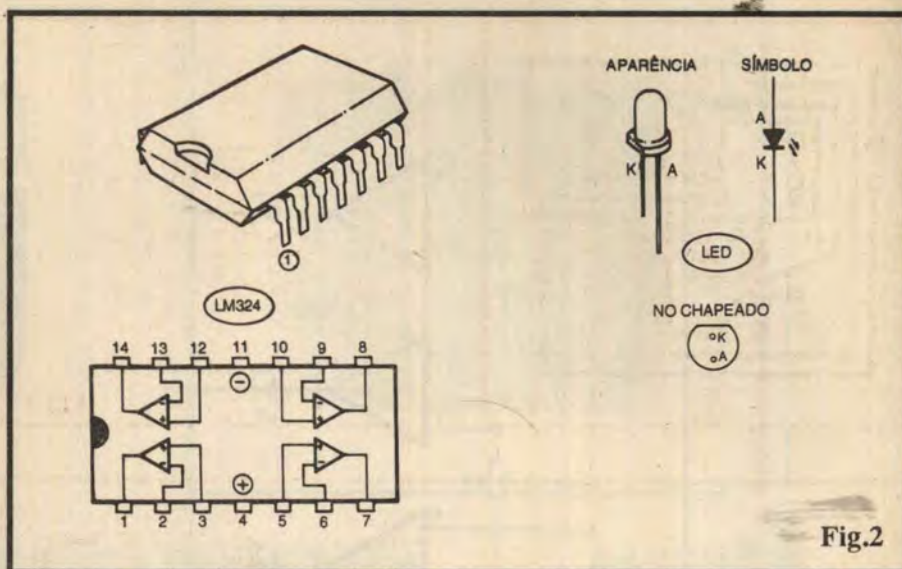
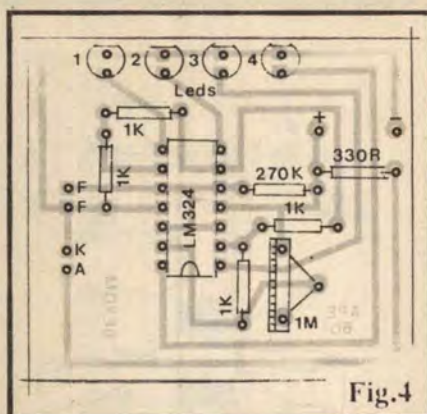

Fig.2
Fig.4
**- FIG. 2 - ALGUNS DOS COMPONENTES DA MONTAGEM** - Por ser um componente que não "frequenta" os projetos de APE assim com tanta assiduidade, o LM324 é mostrado em todos os seus detalhes de aparência, pinagem e "conteúdo"... Já quanto aos LEDs, embora "manjados", no "chapeado" da BEXOM aparecem em duas configurações diferentes (quanto à estilização visual do componente...), e assim aproveitamos para relembrar sua aparência, símbolo, pinagem, in-
- FIG. 4 - "CHAPEADO" DA MONTAGEM - O módulo eletrônico que constitui o núcleo do projeto tem sua montagem detalhada na figura, que mostra a plaquinha pelo seu lado não cobreado, praticamente com todos os componentes posicionados (menos o conjunto ótico formado pelo LDR e respectivo LED acoplado, a ser visto no próximo diagrama...). Observar que o Integrado e o conjunto de 4 LEDs da barra indicadora incorporada têm posição única e certa para inserção/ligação, uma vez que tratam-se de componentes polarizados... Assim, notar (a FIG. 2 está lá, para lembrar os "esquecidinhos"...), as marcas indicadoras da extremidade de contagem dos pinos do LM324, bem como o posicionamento do chanfro nos LEDs (indicador do terminal de **catodo** - K). Quanto aos resistores comuns, é só "ler" corretamente seus valores (via "velho" CÓDIGO DE CORES...) de modo a não trocar "as bolas" na hora de posicioná-los